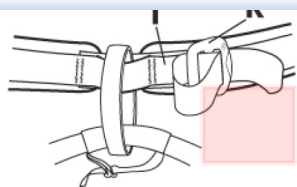

Figure 2
2. ウェストベルト (f) を腰にしっかりとバックル締めして、Figure 2、3 のようにバックル (k) を折り返す。